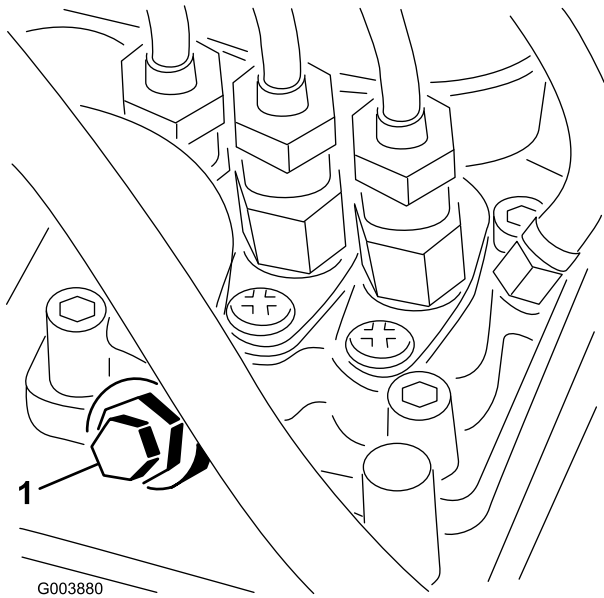

Figura 16
3. Abra el tornillo de purga de aire de la bomba de inyección de combustible (Figura 16).